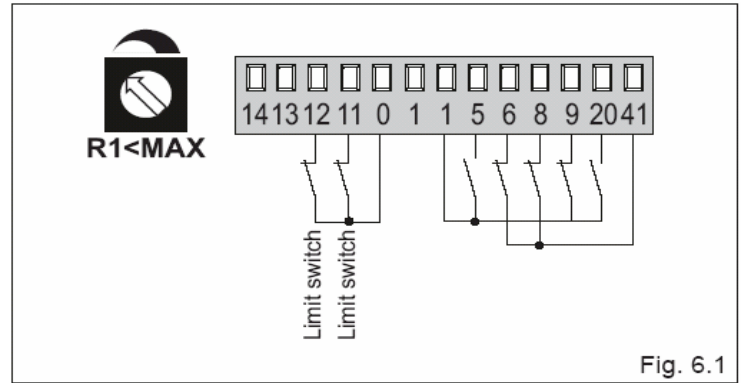

Fig. 6.1
- (rys.6.1) jeśli jest taka potrzeba podłączyć styki N.C. wyłączników krańcowych na otwieranie i zamykanie do zacisków 0-11-12.